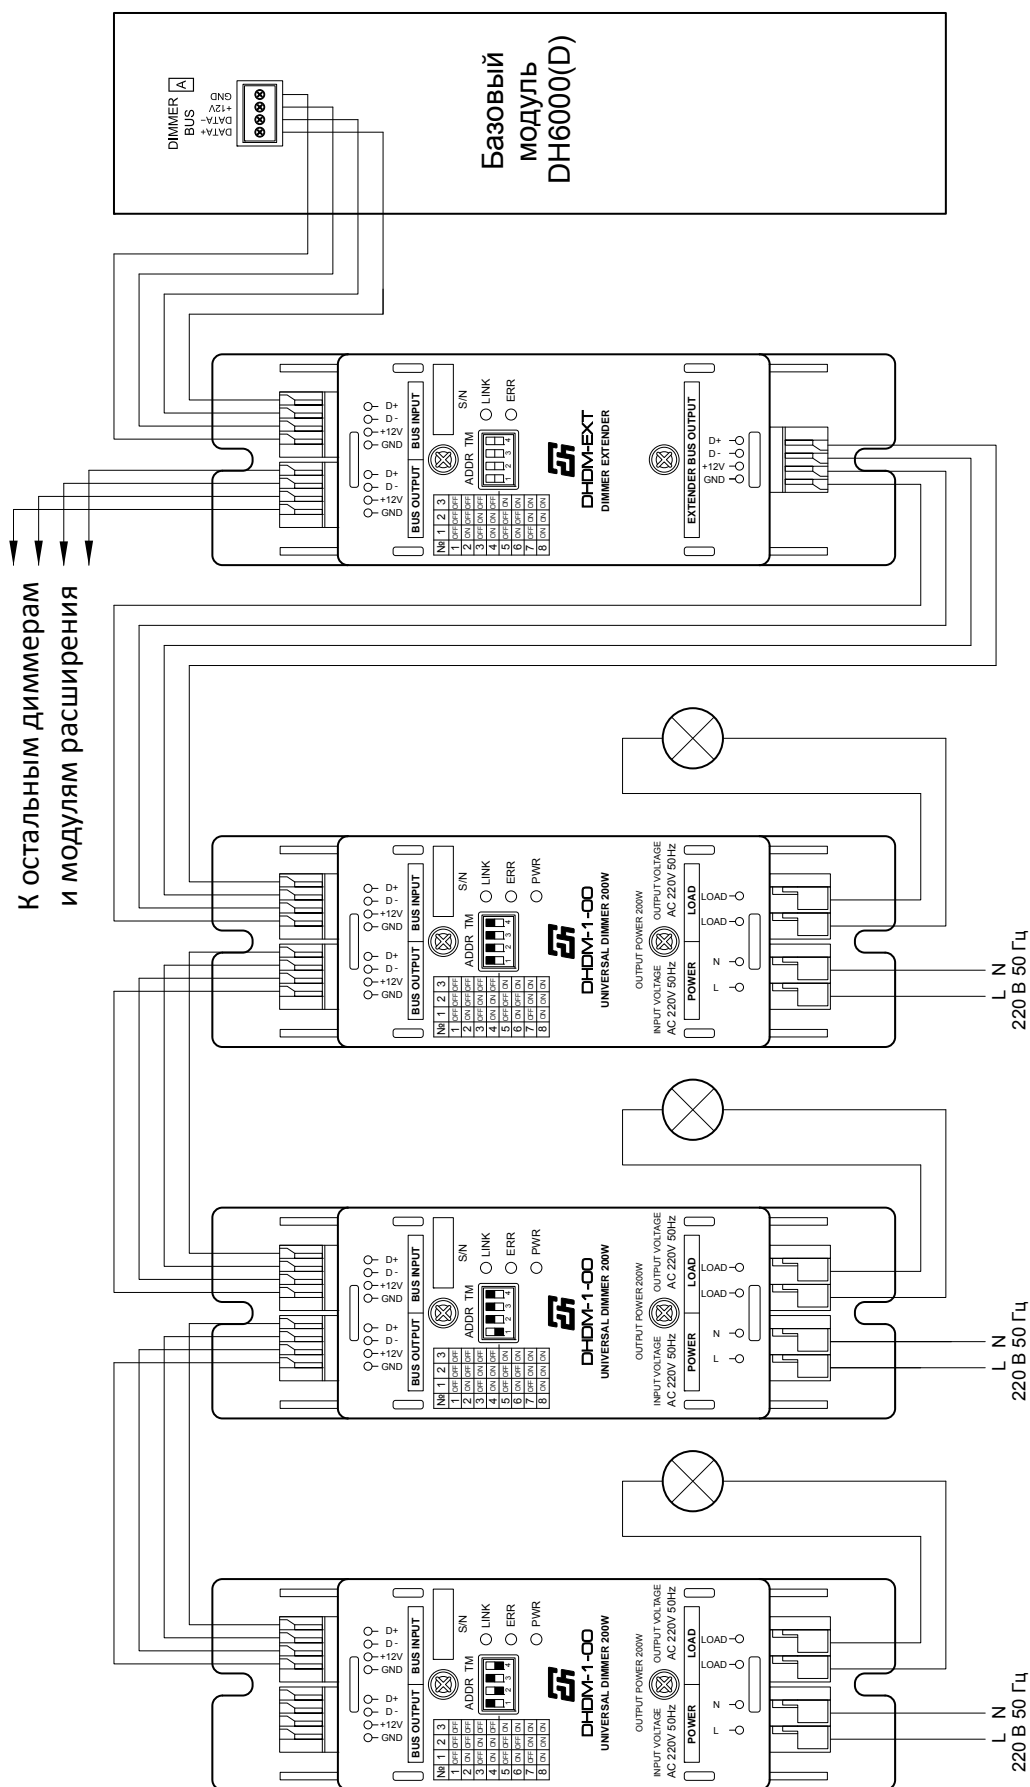

Рис. 3. Схема подключения трех диммеров DHDM-1-00 к модулю расширения DHDM-EXT
2. На шине диммеров нет свободных адресов. В этом случае диммеры, которые должны работать параллельно, подключаются к модулю расширения DHDM-EXT. Модуль расширения принимает данные из шины диммеров, в соответствии с установленным адресом, и транслирует их на свой выход. Все диммеры, подключенные к шине модуля расширения, получают одинаковые данные и работают параллельно. К модулю расширения можно подключить до 8 диммеров. У каждого диммера должен быть установлен свой адрес переключателем ADDR. Не допускается использование диммеров с одинаковыми адресами. У самого последнего диммера на шине, движок переключателя ТМ должен быть переведен в положение ON. Этот переключатель подключает к шине терминальный резистор для согласования шины. Адреса необходимо устанавливать для того, чтобы можно было определить на каком диммере есть неисправность, и какая. Информация о правильном подключении диммеров к шине модуля расширения, отсутствии светильников или напряжения питания светильников (220 В 50 Гц), срабатывании системы защиты от короткого замыкания в нагрузке и перегреве диммера передается в базовый модуль и отображается в программе конфигурации. Схема подключения нескольких диммеров к модулю расширения DHDM-EXT приведена на рис. 3.